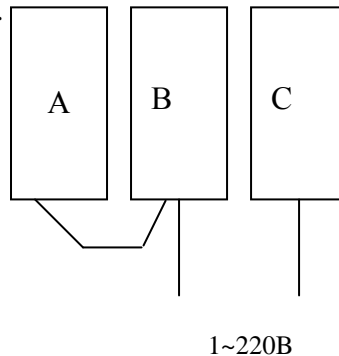

Рис. 1
1. Установить перемычку из провода ПВ3 – 2,5 мм² между клеммами «А» и «В» клеммой колодки подключения питающего кабеля (см. рис.1), при этом питающий кабель должен быть подключен к клеммам «В» и «С».